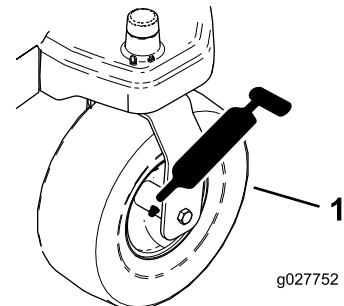
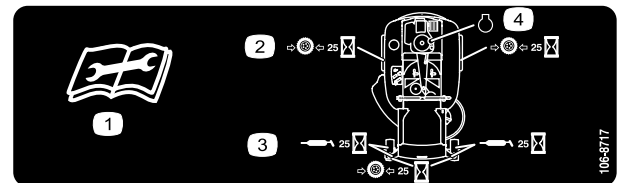

Figure 25
Figure 26
3. Nettoyez les graisseurs avec un chiffon (Figure 25 et Figure 26).
4. Raccordez une pompe à graisse à chaque graisseur (Figure 25 et Figure 26).